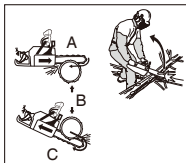

Fig. 2B
**REAKTIONER FRAMÅT OCH BAKÅT (KAST VID NYPNING)** (Fig. 2B)